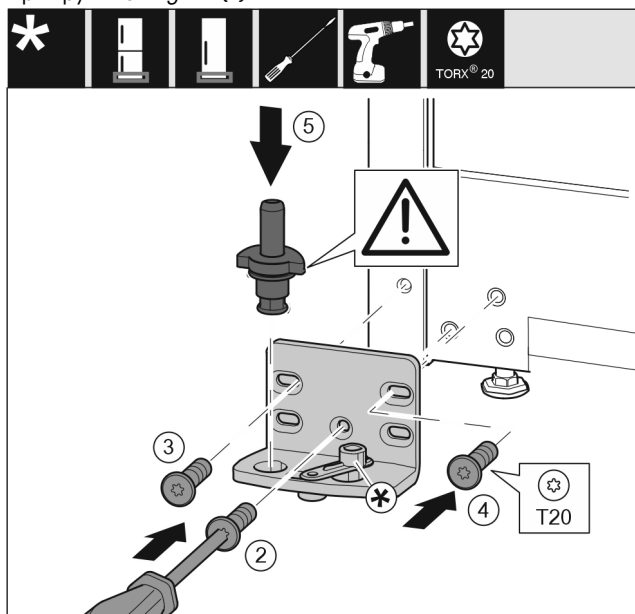

Fig. 13
- ▶ Установите опорный кронштейн с другой стороны и прикрутите с помощью отвертки T20. Начинайте с винта 2 снизу в центре. Fig. 13 (2)
- ▶ Затяните винты 3 и 4. Fig. 13 (3,4)
- ▶ Установите опорный палец в сборе. При этом следите за тем, чтобы выступ фиксатора был направлен назад. Fig. 13 (5)